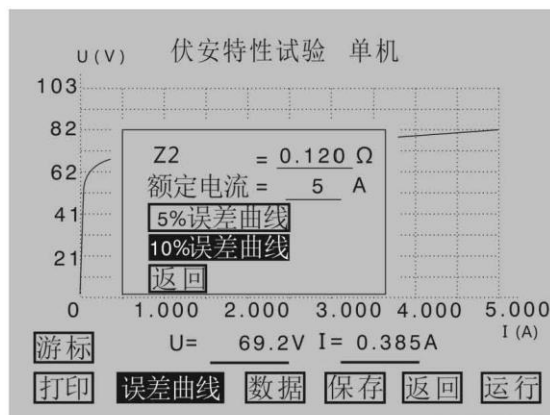
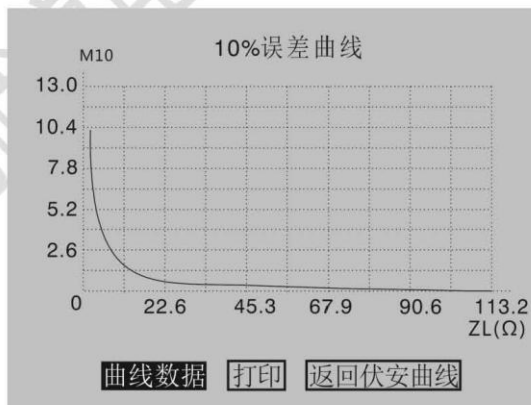

图 3.8 伏安特性试验结果误差曲线操作界面
图 3.9 10%误差曲线结果操作界面
**误差曲线：**通过旋转鼠标将光标移动到**误差曲线**选项并按下，将弹出一个误差曲线设置对话框，如图 3.8 所示。“Z2”为 CT 二次线圈直流电阻。“额定电流”为 CT 二次侧额定电流，这两项由用户根据实际需要来设定，并将作用于 5%和 10%误差曲线的显示效果和计算值。用户设置好这两个参数后，通过旋转鼠标将光标移动到**10%误差曲线**选项并按下，即可自动进入 10%误差曲线结果操作界面，如图 3.9 所示。